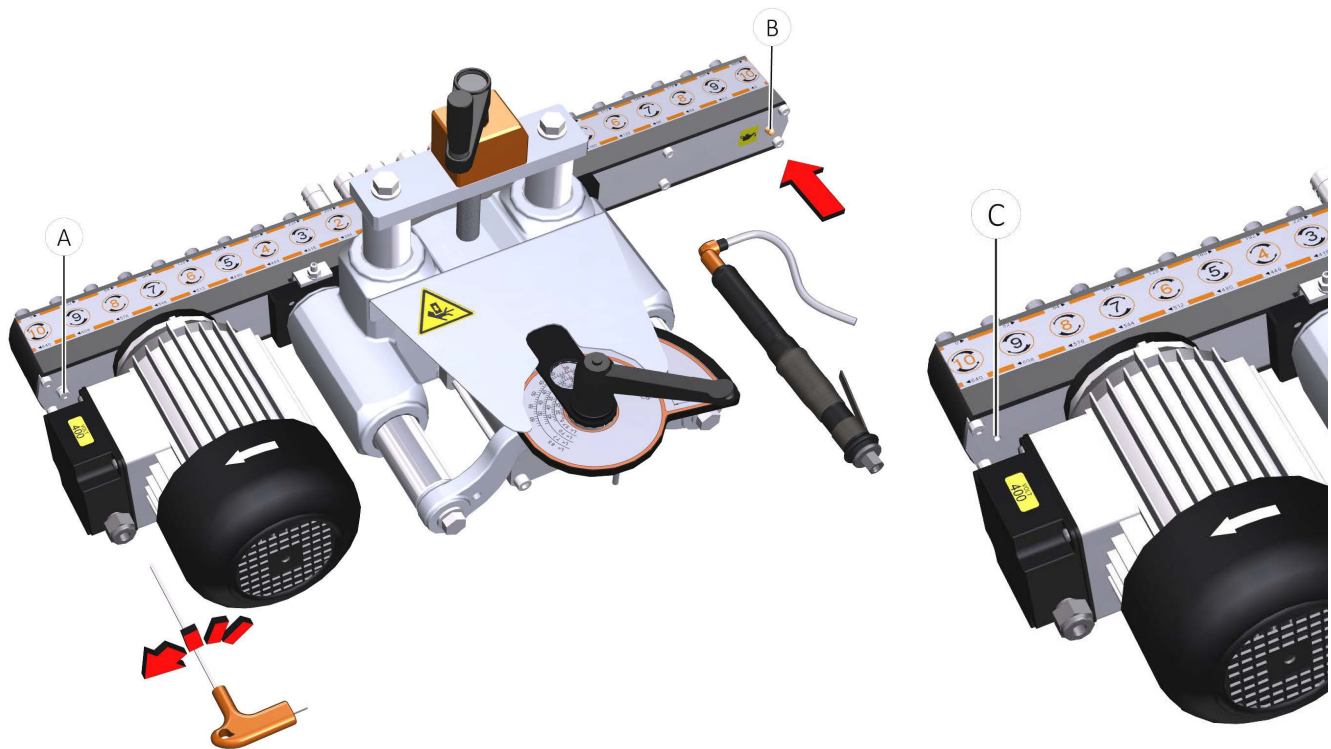

Abb.8-1: Schmierung des Bohrkopfes
- Die Schraube (Pos. A, Abb. 8-1) entfernen.
- Die Pumpe in den Schmiernippel (Pos. B, Abb. 8-1) einführen und eine kleine Menge Schmiermittel hinzufügen.
- Maschine ausschalten. Prüfen, ob etwas Fett aus der Bohrung (Pos. C, Abb. 8-1) ausgetreten ist. Wenn nicht, den Schmiervorgang noch einmal wiederholen, bis das Fett herausläuft.
- Die Kopfabdeckung mit der Unterlegscheibe und der Schraube wieder am Kopf befestigen (Pos, A, Abb. 8-1).